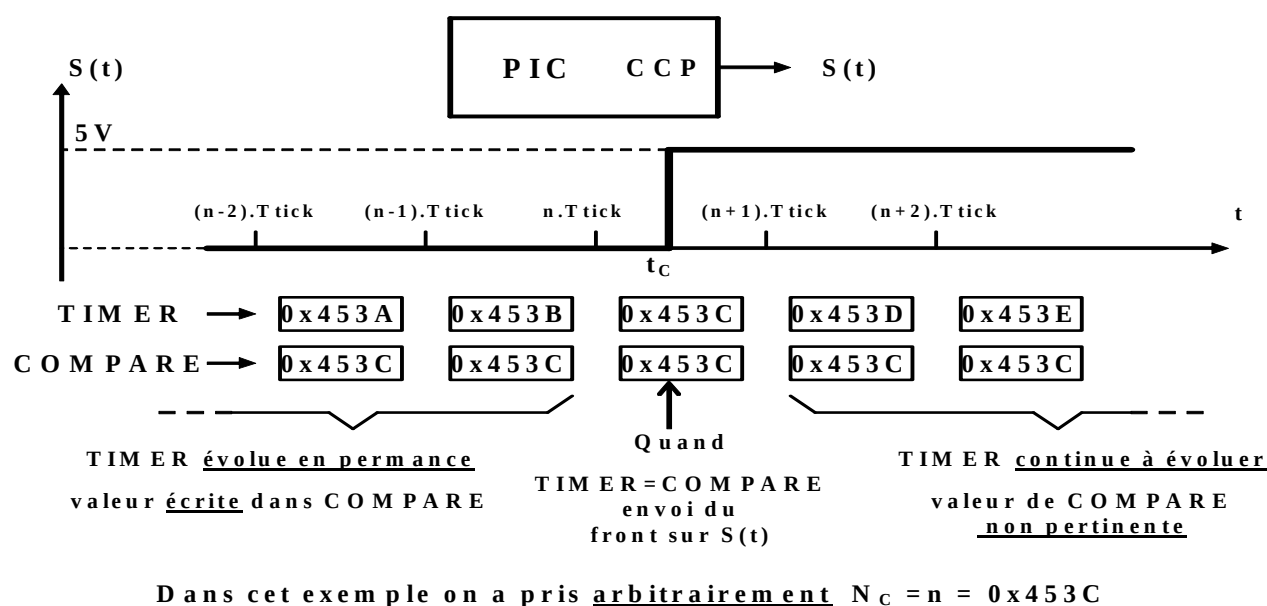

Figure VIII.100.
Ce principe est résumé sur la figure VIII.100. ci-dessous.
Ce n'est pas directement le temps t_C qu'il faut écrire dans le registre **COMPARE**, mais une valeur N_C (par exemple $N_C = 0x453C$ dans l'exemple de la figure VIII.100.), donnée par :
- à $t = t_{C1}$, au moment de la première comparaison valide, la sortie **CCP** génère automatiquement le front montant de l'impulsion, comme sur la figure VIII.100. On vient alors, par programme, rajouter au registre **COMPARE**, la valeur N (en nombre de ticks d'horloge du **TIMER**) correspondant à la durée T souhaitée pour l'impulsion. Puis on modifie la nature du front actif qui sera généré sur la sortie **CCP** à la prochaine comparaison valide (en choisissant un front actif **descendant**),